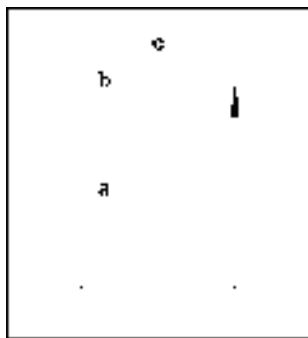

图 6-67 图示说明
- “平步距离”文本框。从自动扶梯工作点开始到踏步端线的距离即为平步距离。当为水平步道时，平步距离为 0，即如图 6-67 所示的 a 部分的宽度。可在该文本框中设置此参数。
- “平台距离”文本框。从自动扶梯工作点开始到扶梯平台安装端线的距离即为平台距离。当为水平步道时，平台距离需要用户重新设置，即如图 6-67 所示的 b 部分的宽度。可在该文本框中设置此参数。
- “间距”文本框。可在此处设置间距，即双梯之间相邻裙板之间的净距，如图 6-67 所示的 c 部分宽度参数。